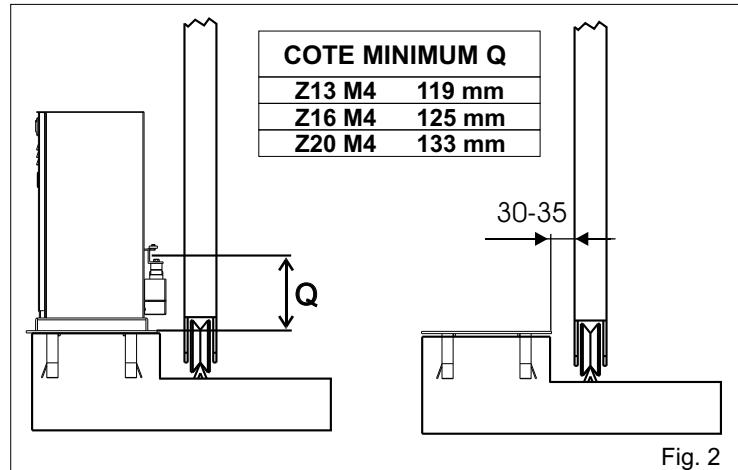
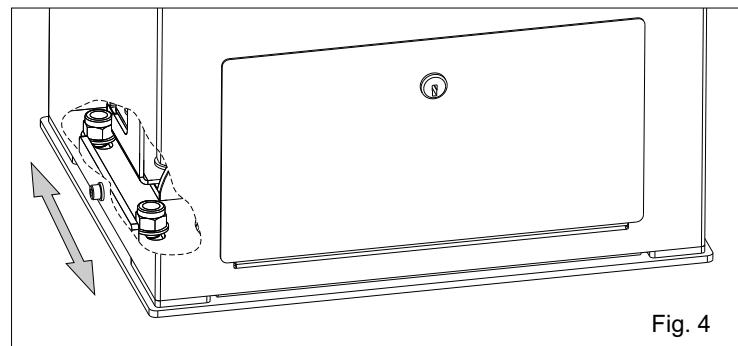

Fig. 2
Fig. 4
- 2.3. Avant de cimenter la plaque d'ancrage s'assurer qu'elle est parfaitement horizontale et que le cote de 30-35 mm indiqué dans Fig. 2 est respecté
4.1. Fixer le motoréducteur à la plaque de fondation en réglant la position latérale (Fig. 4) en respectant le cotes cités dans Fig. 2.